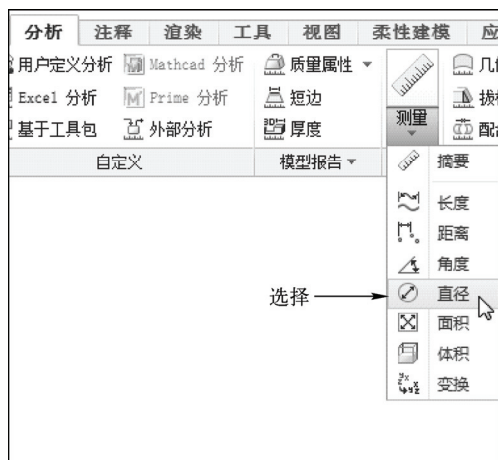

图 12-32 选择“直径”选项
STEP 02 在功能区选项板中切换至“分析”选项卡，单击“测量”面板中“测量”下方的下拉按钮，在弹出的列表框中选择“直径”选项，如图 12-32 所示。